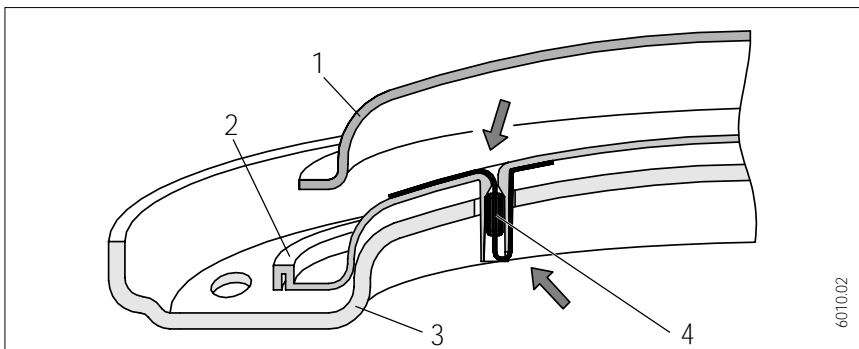

Abb. 18/Fig. 18/Afb. 18
- Der Korrosionsschutzwiderstand (Abb. 18, Pos. 4) an der Isolierplatte darf bei Servicearbeiten nicht beschädigt oder entfernt werden. Bei Austausch des Heizflansches ist der Zusammenbau ordnungsgemäß wieder herzustellen.
- The anti-corrosion resistance (Fig. 18, no. 4), on the insulating plate must not be damaged or removed during servicing. If the resistance has to be changed, ensure the unit is put together correctly.
- Lors de travaux d'entretien, ne pas endommager ni éliminer la résistance de protection contre la corrosion (fig. 18, rep.4) de la plaque isolante. Lors du remplacement de la résistance anticorrosion, remonter l'ensemble correctement.
- De corrosiebeschermingsweerstand (afb. 18, pos 4) op de isolatieplaat mag bij onderhoudswerkzaamheden niet beschadigd of verwijderd worden. Bij het vervangen van de corrosiebeschermingsweerstand moet de montage volgens de voorschriften plaatsvinden.